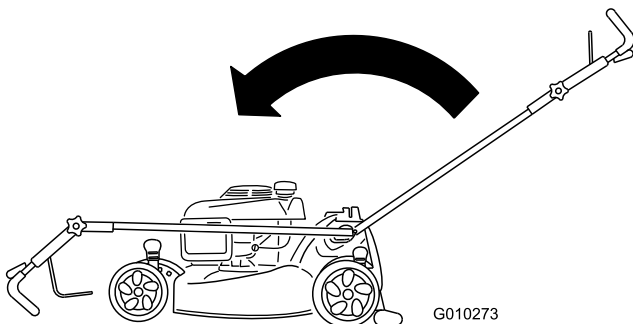

Figuur 39
- Zet de handgreep rechtop (Figuur 39).